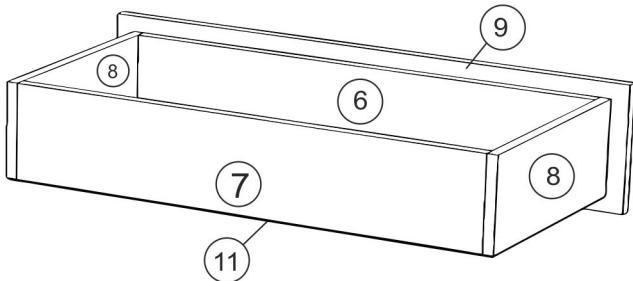

рис. 2
- 1) К нижним торцам стоек комода (2) прибиваем подпятники (к) гвоздями.
- 2) К стойкам комода (2) крепим ответные планки направляющих (л) с помощью саморезов 3,5x16 (з).
- 3) С помощью евровинтов соединяем стойки (2) и дно (3), стойки (2) и щит горизонтальный (3), стойки (2) и цоколь (5), стойки (2) и планки жесткости (4).
- 5) Саморезами 4x30 (и) сквозь отверстия в планках жесткости присоединяем к комоду столешницу (1).
- 6) Собираем ящики (рис.2).
- 7) Гвоздями прибить задние стенки (12), используя планку соединительную (м). Предварительно проверить прямоугольность сборки.